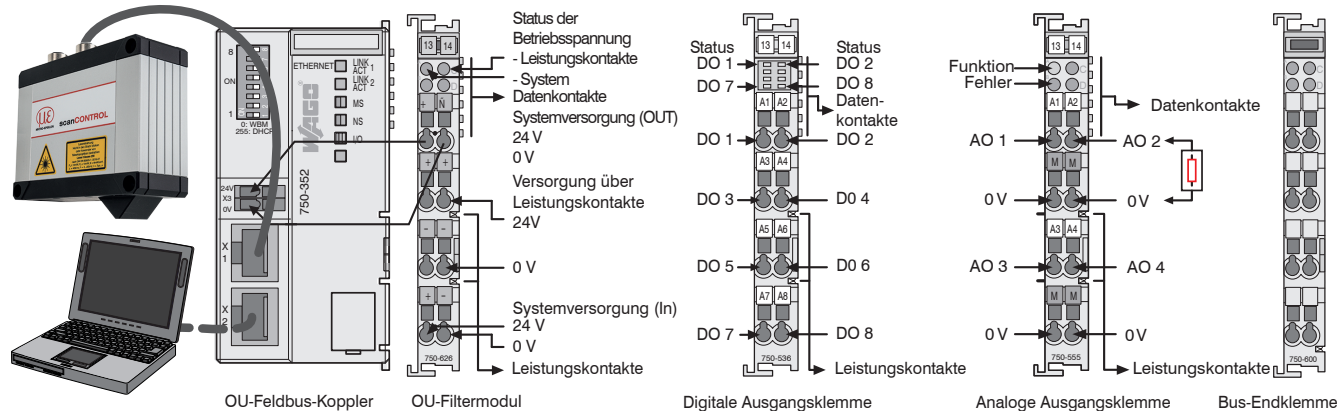

Abb. 36 Beispielkonfiguration Ethernet mit analoger und digitaler Ausgangsklemme
► Schließen Sie den Bus mit der Bus-Endklemme ab, siehe Abb. 36.